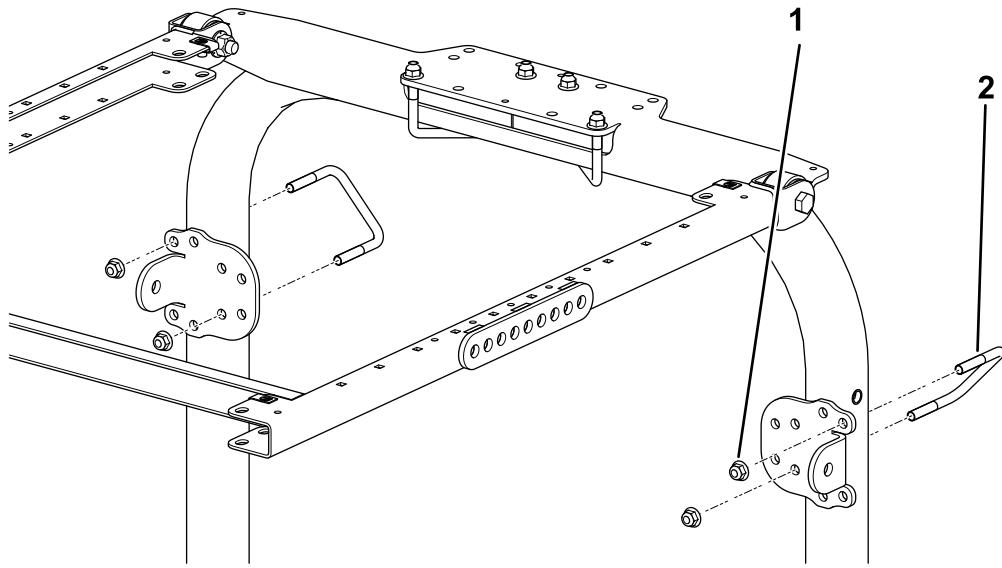

Рисунок 47
4. Используя монтажные отверстия, показанные на Рисунок 47, прикрепите, не затягивая, каждый кронштейн подпорки к стойкам защитной дуги с помощью U-образного болта (3 1/2 x 2 3/4 дюйма) и 2 фланцевых гаек.